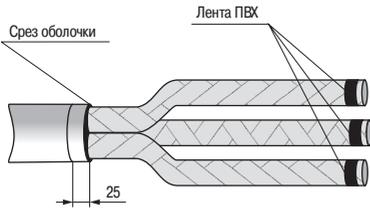

Рисунок 4.
4.12 Развести жилы кабеля с радиусом изгиба жил не менее 10-кратной высоты сектора или диаметра жилы по изоляции. Обезжирить их салфеткой, смоченной в бензине или ацетоне. Закрепить фазную изоляцию на концах жил бандажом из двух-трех витков ПВХ ленты (рисунок 4).